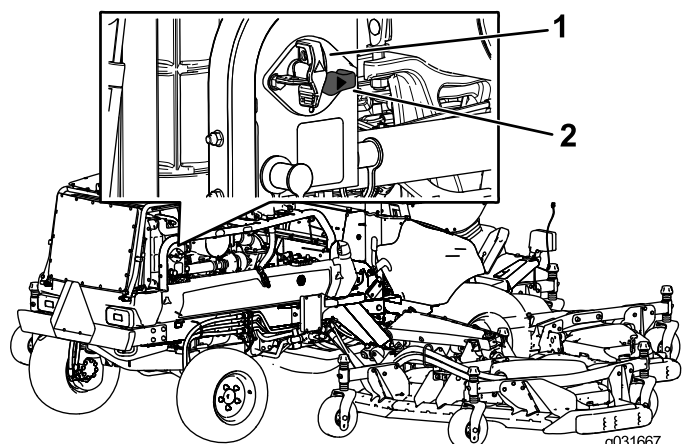

Figure 22
1. Tournez le coupe-batterie en position SOUS TENSION (Figure 22).